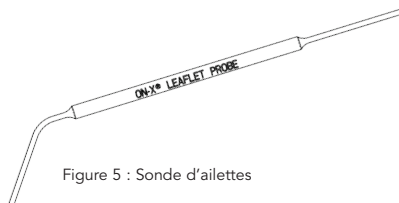

Figure 5 : Sonde d'ailettes
**Sonde d'ailettes** - La sonde d'ailettes (Figure 5) est une tige flexible dotée d'extrémités coniques. La sonde d'ailettes peut être utilisée pour actionner délicatement les ailettes afin de vérifier qu'elles s'ouvrent et se ferment facilement.